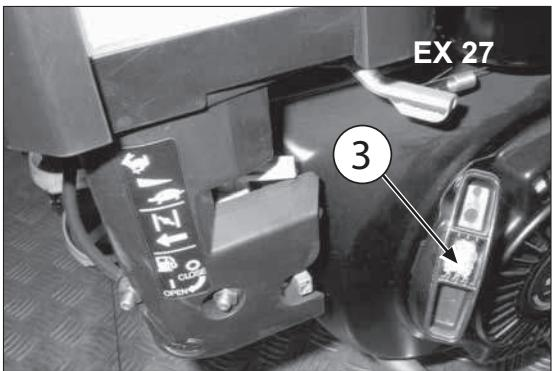
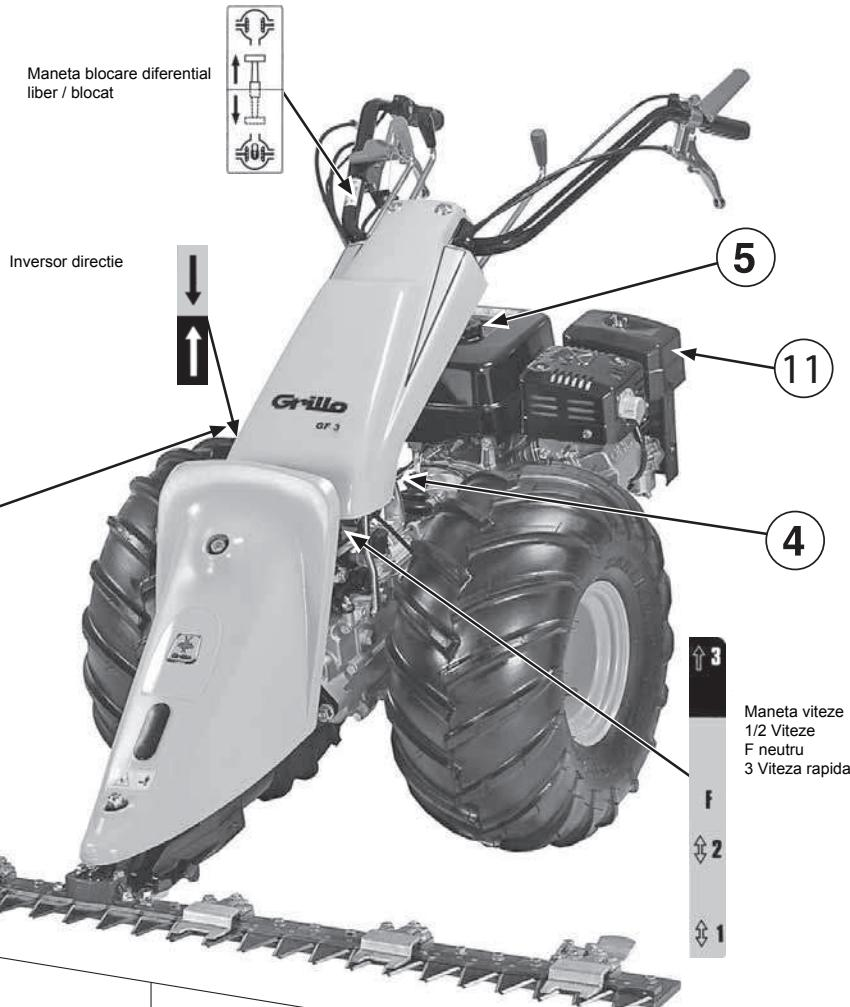
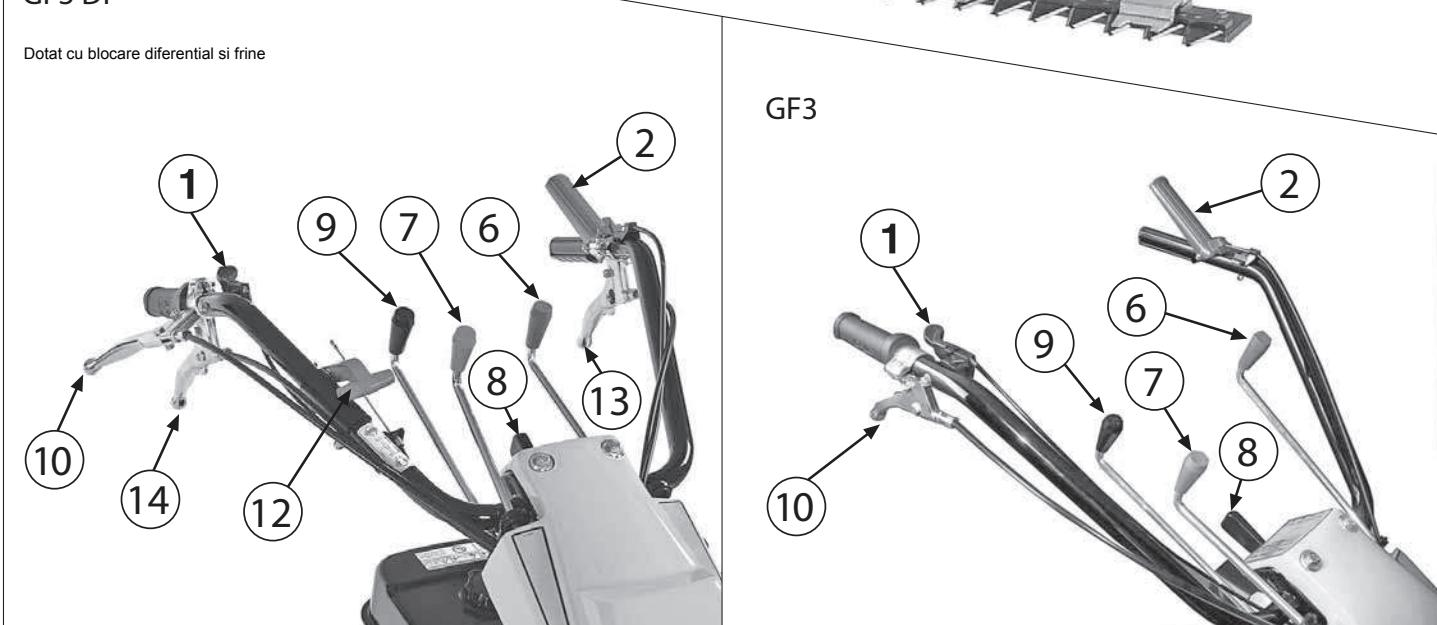

Fig. 2
Fig. 1
Fig. 3
- 3) Alegeti pozitia ghidonului conform instructiunilor din fig. 1 (motocoasa), actionind cele doua manete (fig. 3 nr. 8 si 10).
- 8) Montati manetele de comanda (fig. 3 nr. 6, 7 si 9).
Deschideti robinetul de combustibil, impingeti socul pîna la jumătate (fig. 3 nr. 1) si daca motorul este rece, impingeti socul in pozitia inchis. Porniti motorul, tragind cu putere de manerul starterului (fig. 2 nr. 3). Respectati instructiunile din manualul motorului.
Impingeti maneta de acceleratie pîna la jumătate (fig. 3 nr. 1) si porniti motorul, tragind cu putere de manerul starterului (fig. 2 nr. 3). Respectati instructiunile din manualul motorului.
Aduceti maneta de viteze in pozitia dorita (fig. 3 nr. 6). Daca masina nu intra imediat in viteza actionati usor de cîteva ori ambreiajul. Apasati incet maneta de ambreiaj pîna cînd masina porneste (fig. 3 nr. 2). Cînd eliberati maneta de ambreiaj, masina se opreste.
Conectati priza de forta (fig. 3 nr. 9). Mariti treptat viteza si apasati ambreiajul pentru inceperea lucrului.
La terminarea lucrului aduceti maneta de viteze in pozitia neutra (fig. 3 nr. 6). Pentru a opri motorul actionati dispozitivul de oprire motor (la modelul pe benzina: fig. 9 nr. 10), apoi inchideti robinetul de combustibil. Respectati instructiunile din manualul motorului.
LEGENDA FIG. 1 - 2 - 3